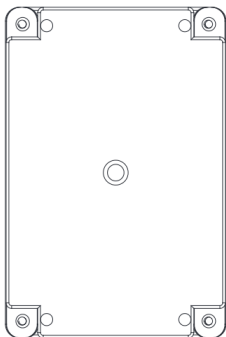

Figure 1
1. Localiser les trous de montage dans la partie inférieure du boîtier comme illustré à la Figure 1.